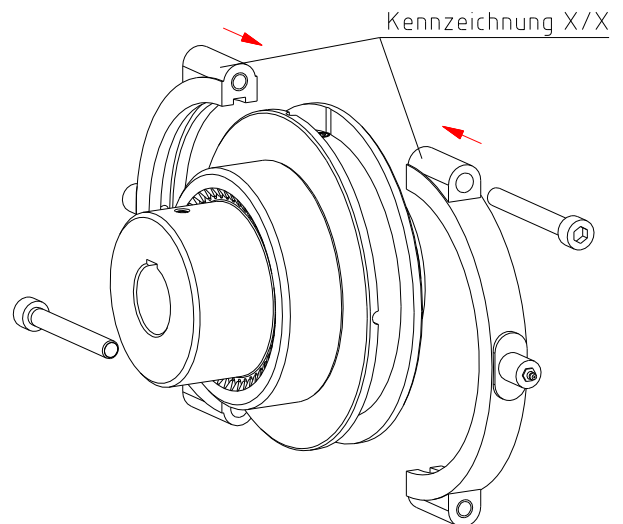

Bild 18: Montage des Schleifringes
- Setzen Sie die gelösten Schleifringhälften in die Schalnute des Schaltteils (Bauteil 2) (siehe Bild 18). Hierbei auf die gekennzeichnete Position der Schleifringhälften achten.